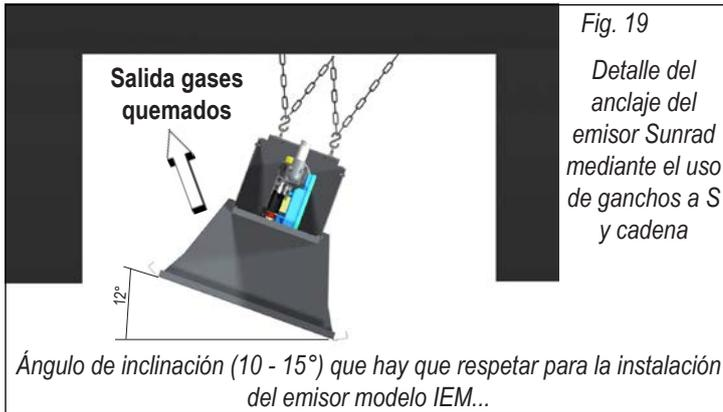

Fig. 19
- respetando todo lo indicado en el proyecto, disponer en la estructura del local los anclajes para suspender los emisores. Para evitar un dañino balanceo de los emisores es preferible suspenderlos sobre cuatro puntos ligeramente separados con respecto a la planta de la unidad de radiación (fig. 19). De todos modos es posible realizar el anclaje sólo sobre dos puntos;